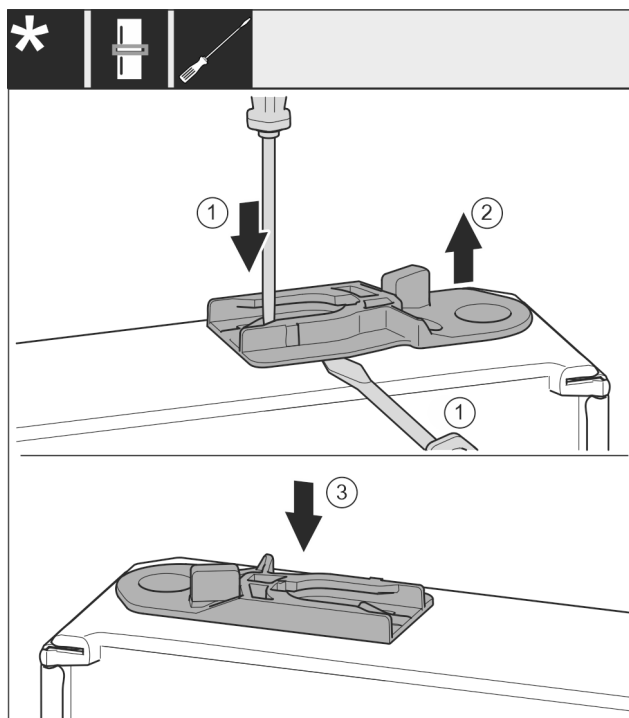

Fig. 38
- Wyjąć tuleję prowadzącą: Nakładkę wcisnąć przy pomocy śrubokręta i jednocześnie przesunąć śrubokrętem pod tuleję prowadzącą. Fig. 38 (1, 2)
- Tuleję prowadzącą, objętą zakresem dostawy wsunąć po drugiej stronie obudowy. Fig. 38 (3)